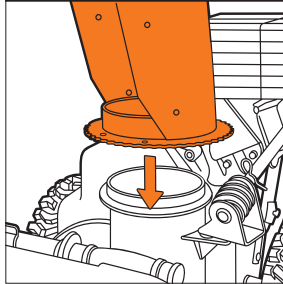

Рис. 11
- Установите желоб на отверстие выброса снега (для DAST 8565 / 8570) (Рис. 11).